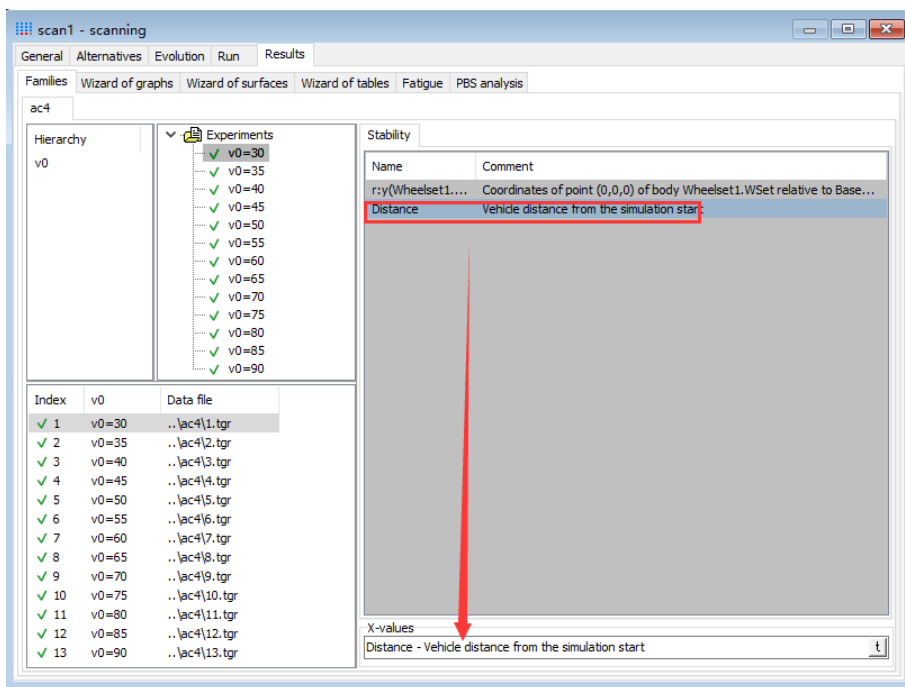

图 3.18
2. 在 **Stability** 变量列表选择 **Distance**，并拖入 **X-values**，作为横坐标（缺省为时间），如图 3.18 所示。